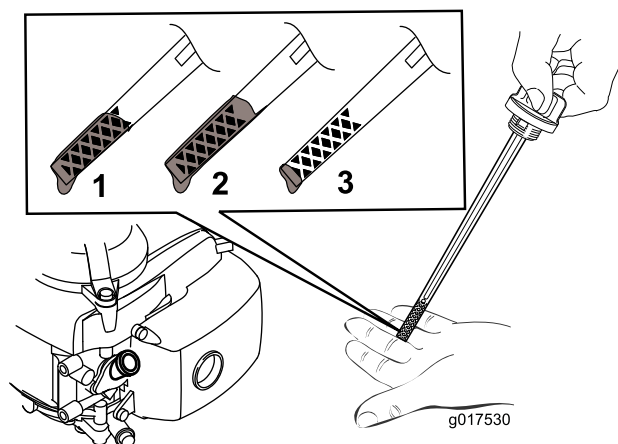

Figura 5
2. Retire la varilla (Figura 5).
Nota: Llene el cárter con aceite hasta que la varilla indique que el nivel del aceite del motor es correcto, según se muestra en Figura 5. Si usted llena demasiado el motor, vacíe el exceso de aceite según se indica en Cómo cambiar el aceite del motor \(página 15\).